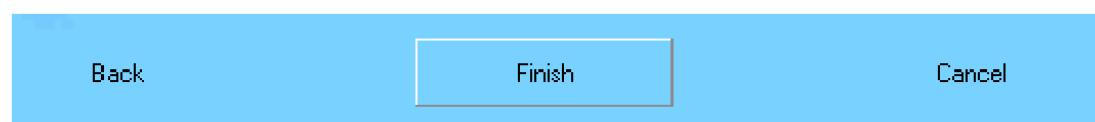

Рисунок 1
**1.2.** В появившемся окне (рис.1) необходимо указать язык установки программы.